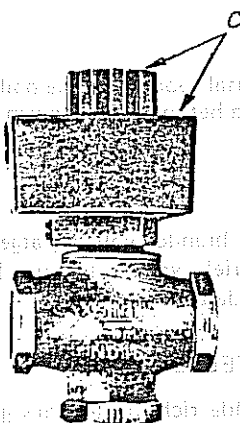

FIG. 3
**régulation A - B - fig. 3) :**